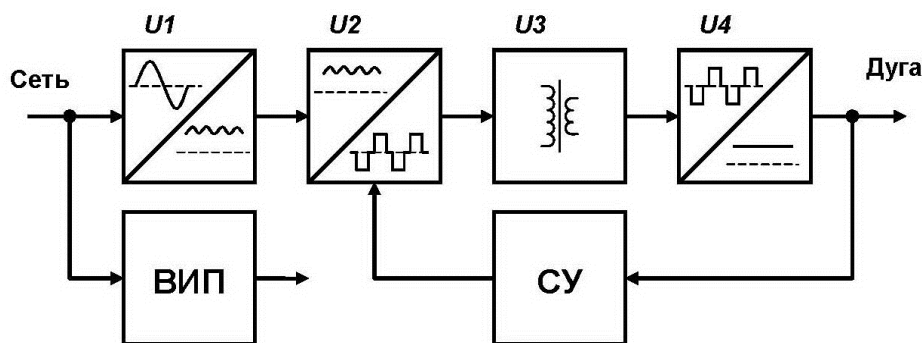

Рис.1 - Структурная схема выпрямителя
4.1. Выпрямитель представляет собой автоматически управляемый преобразователь электрической энергии со звеном повышенной частоты – инвертором (рисунок 1). Выпрямитель преобразует электрическую энергию питающей сети в ток и напряжение, необходимые для питания сварочной дуги.